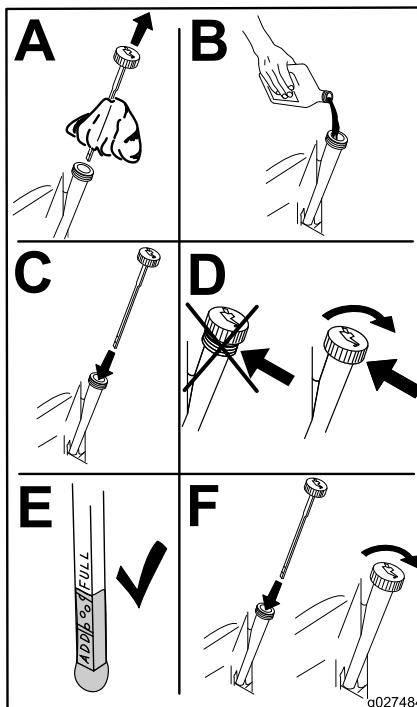

図 48
6. 所定量の 80% 程度のオイルをゆっくり入れ、そこから、残りの量を注意深く足して FULLマークまで入れる図 48。